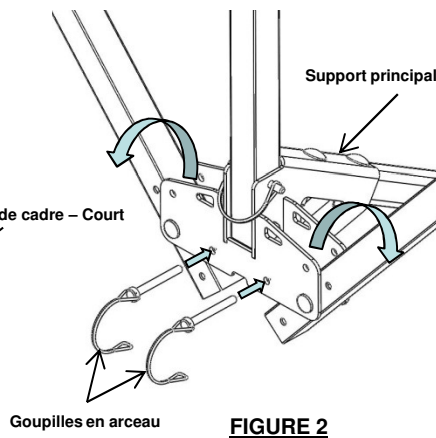

FIGURE 2
- Tourner les tubes latéraux jusqu'à la position horizontale, comme illustré. Verrouiller les tubes latéraux en place à l'aide des goupilles en arceau en position basse, comme illustré. (Fig. 2)